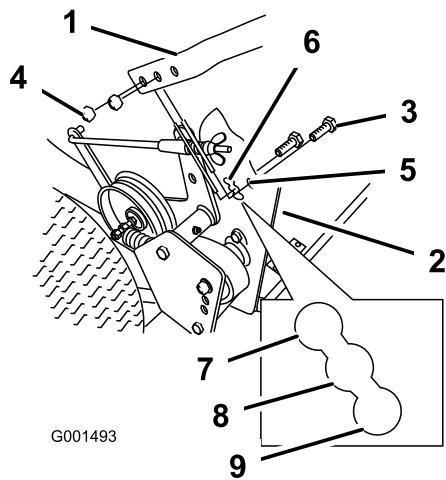

Figura 19
2. Afloje los pernos (3/8 x 1-1/4 pulgada) y tuercas con arandela prensada superiores que sujetan el manillar al bastidor trasero (Figura 19).
3. Retire los pernos con arandela prensada inferiores (3/8 x 1 pulgada) y las tuercas con arandela prensada que sujetan el manillar al bastidor trasero (Figura 19).